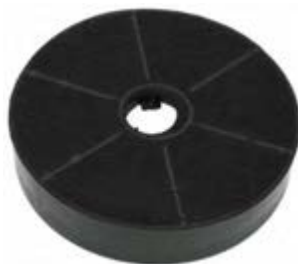
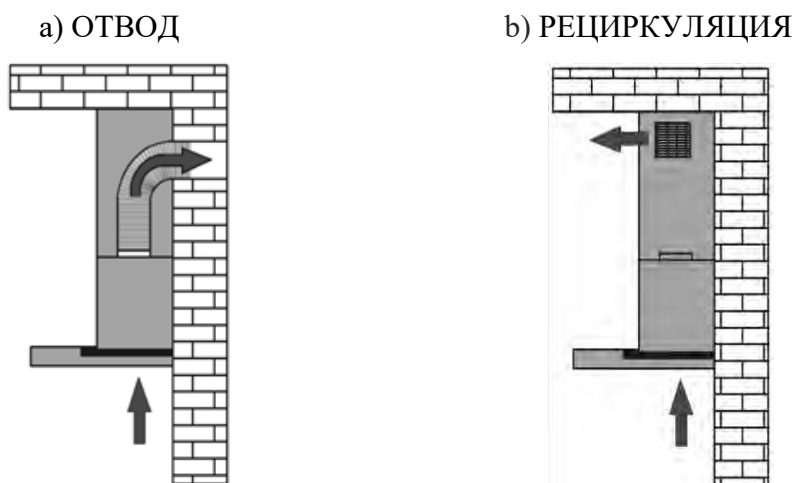

Рис. 5
Рис. 6
1) Отвода (рис. 6а) – воздух удаляется из помещения через соединение вытяжки с вентиляционным каналом жестким пластиковым воздуховодом или гофрированным шлангом диаметром 150 мм. И, таким образом, все кухонные испарения, запахи, гарь и копоть, проходя через многоразовые алюминиевые жироулавливающие фильтры, выводятся за пределы помещения. При данном режиме работы нет необходимости устанавливать угольные фильтры. Режим отвода является наиболее эффективным, поскольку вытяжка удаляет все кухонные испарения за пределы кухни в вентиляционную шахту.
2) Рециркуляции (рис. 6б) – внутренняя циркуляция воздуха через угольные фильтры (рис. 5). Вытяжка в данном случае не подключается к вентиляционной шахте и, таким образом, воздух просто прогоняется через вытяжку внутри кухни.
В этом режиме на вытяжку должны быть установлены угольные запахоулавливающие фильтры (рис. 5). Эти фильтры не входят в комплект вытяжки и приобретаются отдельно. Угольные фильтры следует менять не реже, чем раз в 3 месяца (в зависимости от интенсивности приготовления пищи). Использование вытяжки в режиме рециркуляции снижает ее производительность.